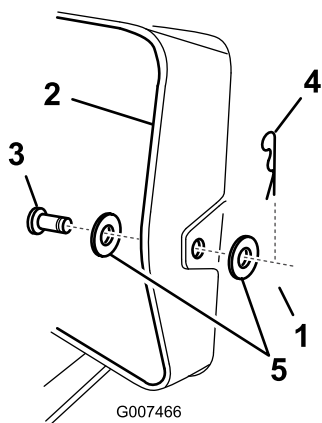

Figura 17
7. Sollevate il cesto di raccolta e rimuovete la coppiglia, le 2 rondelle e il perno con testa che fissano il tubo di scarico alla piastra posteriore (Figura 17).
7. Sollevate il cesto di raccolta dell'erba e rimuovete la coppiglia e il perno con testa che fissano il tubo di scarico alla piastra posteriore (Figura 17).
13. Sollevate il cesto di raccolta dell'erba e montate il perno con testa e la coppiglia per fissare il tubo di scarico alla piastra posteriore (Figura 17).